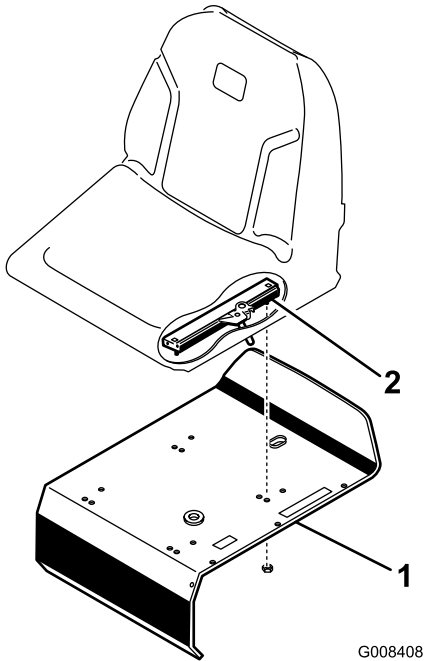

图 3
3. 用散装零件中提供的锁紧螺母 5/16 英寸将座椅滑轨固定到座椅支架上 图 3。